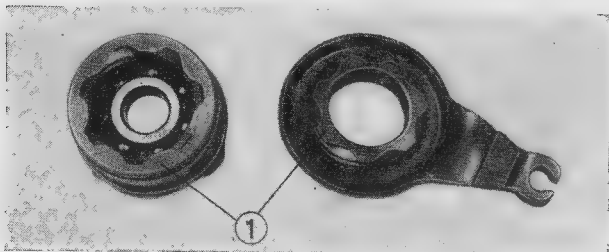

Bild 233. Kupplungsbetätigung
– Druckhebel und Lagerbuchse (Bild 233)